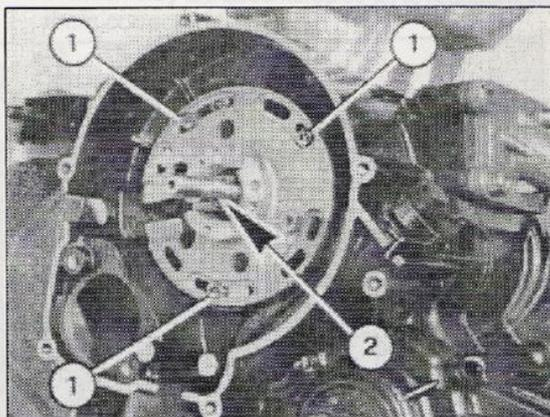

Fig. 16
- 17) TOGLIERE le viti di fissaggio della piastra statore (1-Fig. 16) e rimuoverla, quindi togliere la chiavetta (2-Fig. 16).
- 17) REMOVE the stator plate fastening screws (1-Fig. 16) and remove the stator plate, then remove the woodruff key (2-Fig. 16).